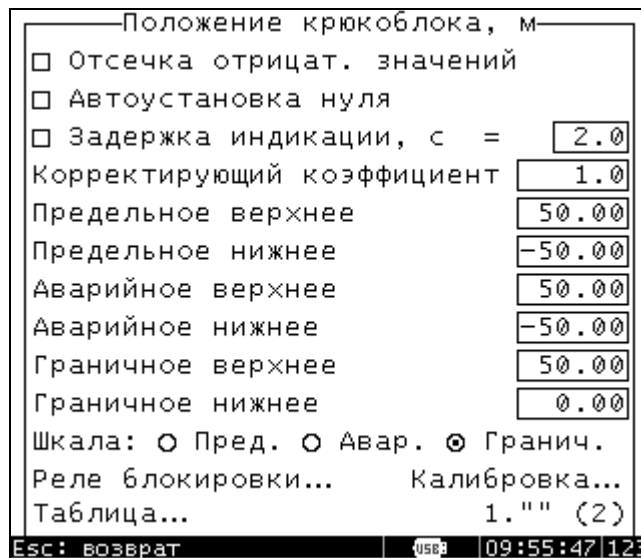

Рис. 11. Меню настройки параметра.
2.4.3.5.2.2 "Настройки каналов..." При выполнении этой команды на дисплей выводится список параметров. Далее, после выбора параметра с помощью стрелок и кнопки "ENTER", появляется меню настройки параметра (рис. 11):